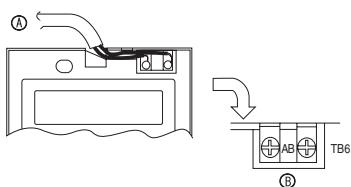

Fig. 6-4
2) Bağlantı işlemleri (Fig. 6-4)
- ① Uzaktan kumanda kablosunu terminal blokuna bağlayın.